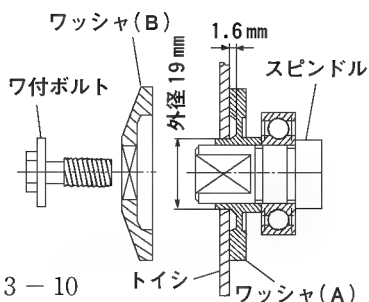

图 3-10
・切断トイシを使用する場合は、別売部品のワッシャ (A) [コードNo.307929] を使用してください。(図 3-10)